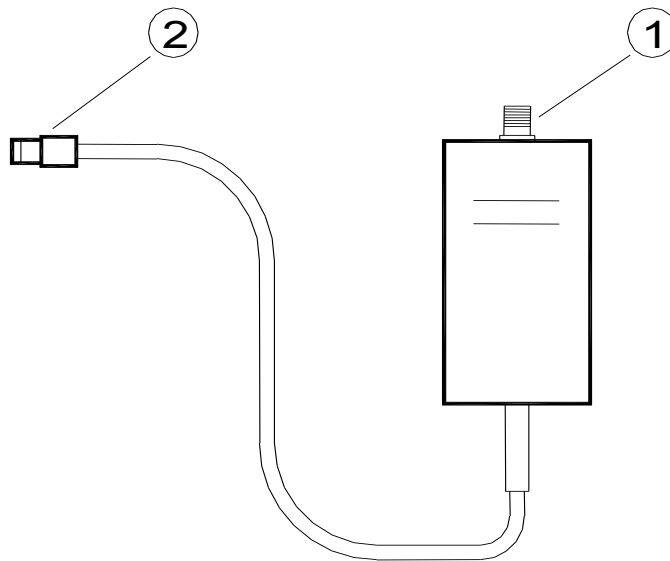

Figura 4
- Conectar el conector Nucletron, ve Figura 4 N° 2, al conector correspondiente del cronometro
- Fijar la antena, Figura 4 N° 1,